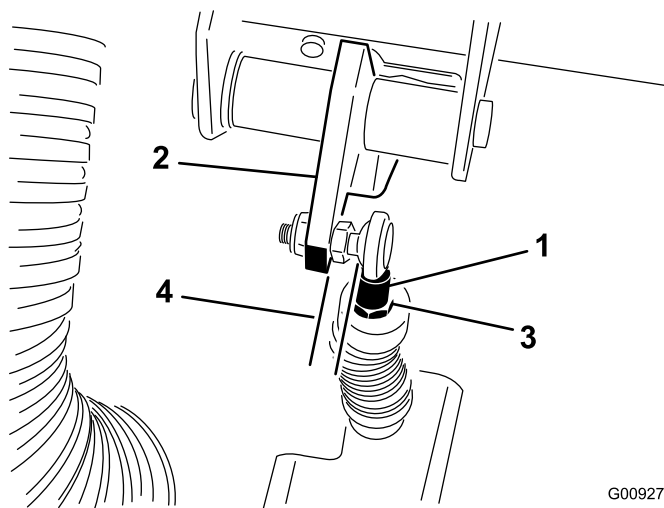

Рисунок 76
**Внимание:** Убедитесь, что после затяжки контргаек конец стержня располагается перпендикулярно к шарiku, а не перекошен, и остается параллельным к педали сцепления (Рисунок 76).